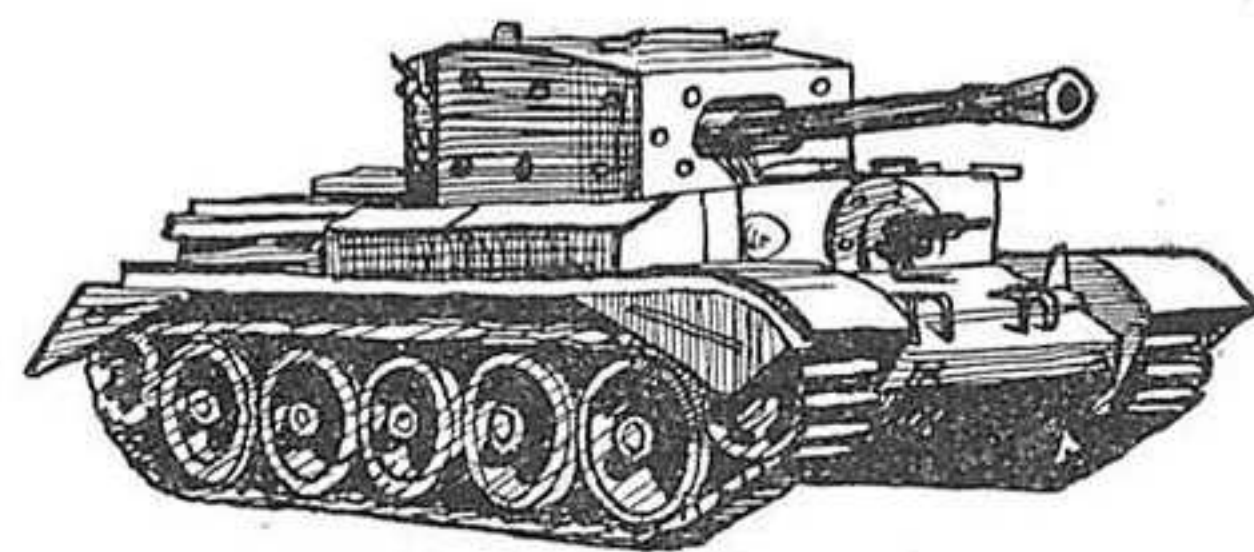

Рис. 1. Английский крейсерский танк «Кромвель».
**АНГЛИЯ.** В годы второй мировой войны на вооружении английской армии были в основном танки двух типов: крейсерские и пехотные. Первые предназначались для действий в оперативной глубине обороны противника. Главным боевым качеством танков этого типа была подвижность. Например, танк «Кромвель» (рис. 1) развивал максимальную скорость 62 км/час.